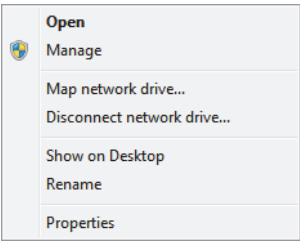

图 7-24 Computer 图标的快捷菜单（Windows 7）
2. 在快捷菜单中，点击 **Manage**（管理）（参见第 193 页的图 7-24）。